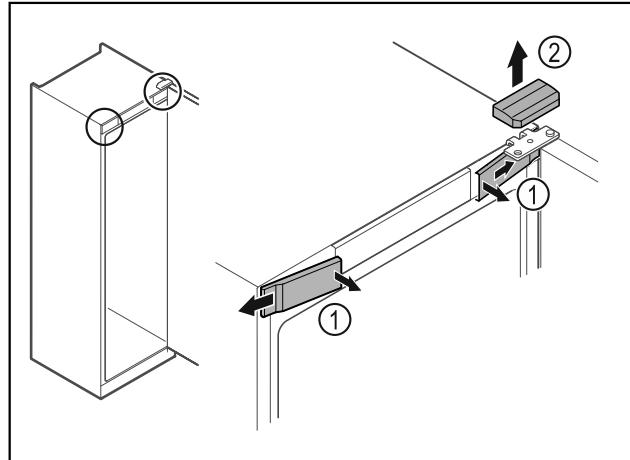

Fig. 17
- Odistite zvnútra predné kryty Fig. 17 (1) a odoberte ich do strany.
- Odoberte horný kryt Fig. 17 (2) nahor.